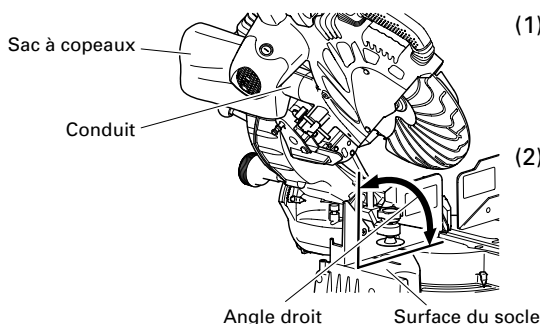

Fig. 51
- (1) Si le sac à copeaux est plein, les copeaux sortent du sac quand la lame tourne. Vérifier le sac à copeaux périodiquement et le vider avant qu'il ne soit plein.
- (2) Lors d'une coupe de biseau ou d'une coupe mixte, fixer le sac à copeaux à angle droit sur la surface du socle comme indiqué à la Fig. 51.